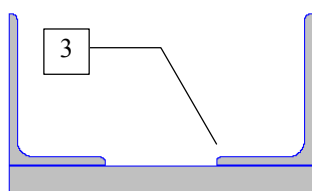

Рис. 54. Установка второго уголка
- ✦ нажать кнопку **Поставить**, уголок [3] появится сверху справа (рис. 54);